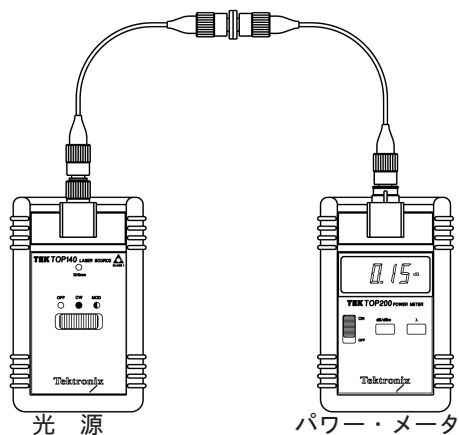

図 4-3 : コネクタ/ケーブルの挿入損失測定
4. ファイバ・ケーブルの一端をパワー・メータから外し、次に、中間コネクタを使用して被測定ケーブルを接続します。パワー・メータは、ケーブル/コネクタの挿入損失を dB 単位で表示します。図 4-3 の例では、挿入損失が 0.15 dB と表示されています。